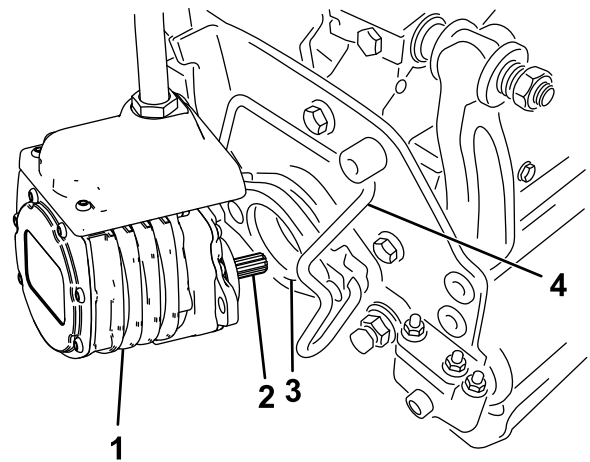

図 64
うにセットし、モータの左右から「カチッ」というロック音が聞こえるまで押し下げる 図 64。
- カッピングユニット用モータのスプラインシャフトにきれいなグリスを塗りつける 図 64。